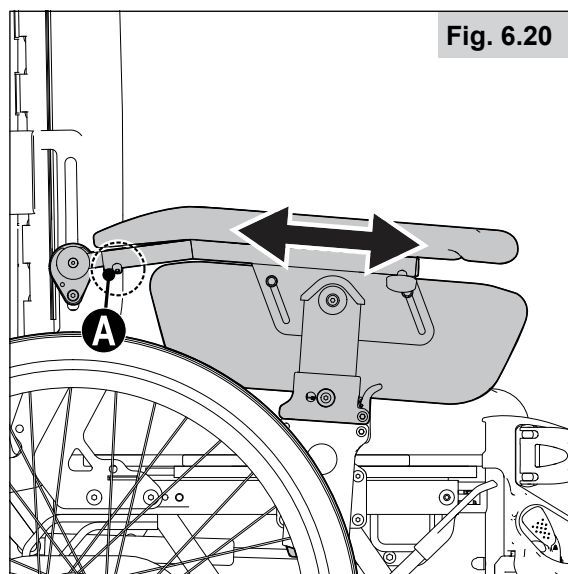

Fig. 6.20
6.19 Aanpassen van de diepte van de armsteun (Fig. 6.20)